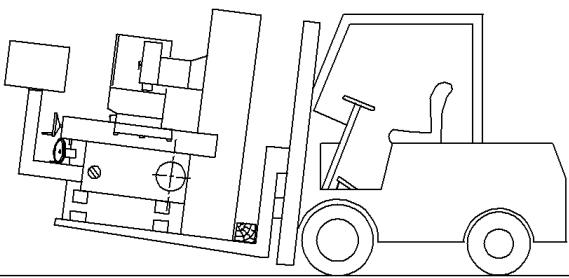

Рис.4.2.2
(1) Масса станка составляет 820 кг
(2) Грузоподъемность погрузчика должна превышать вес перемещаемого груза.
(3) Способ транспортировки показан на Рис.4.2.2, длина вил погрузчика должна быть достаточной, чтобы они проходили по всей длине станка